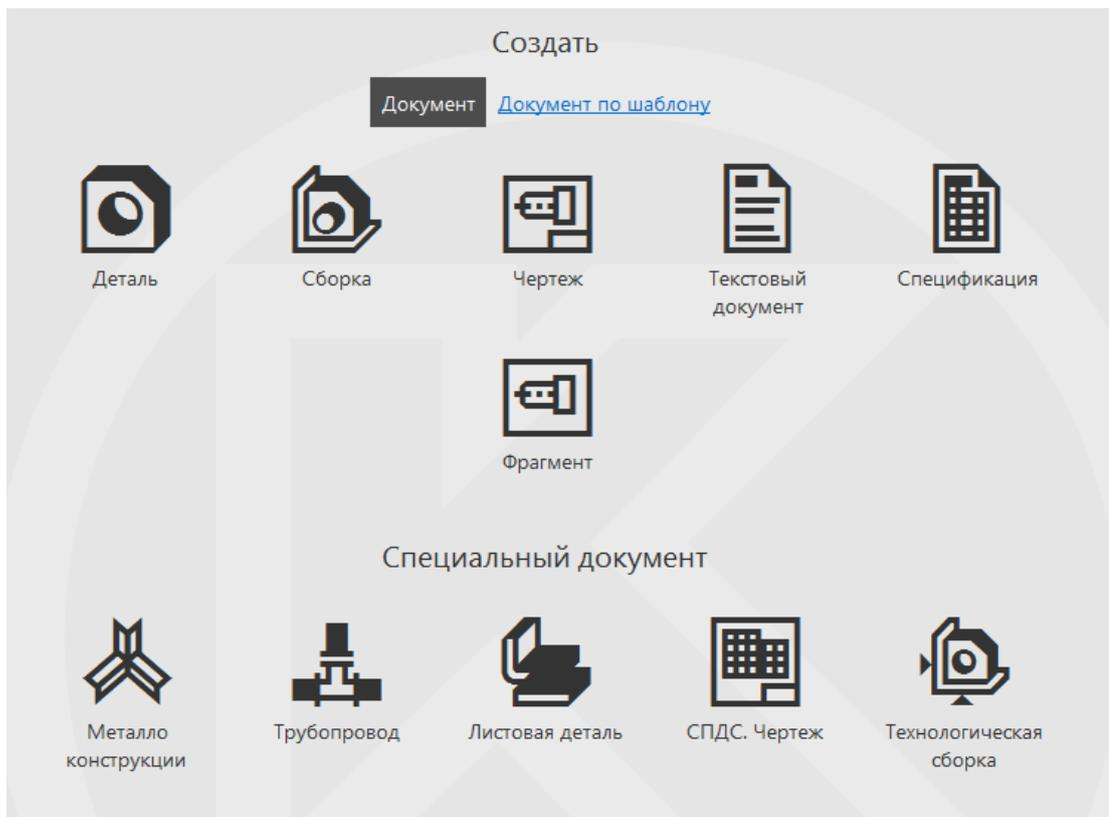

Рисунок 5.2
- 1 В окне приветствия КОМПАС 3D выберем Фрагмент (рис. 5.2).